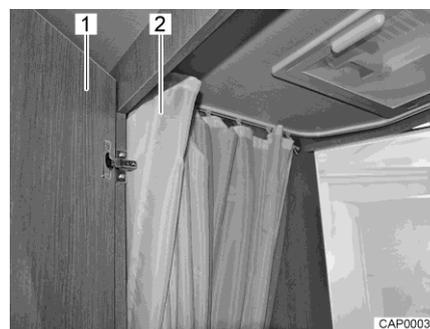

Fig. 97 Cabinet de toilette avec douche
- Pour se doucher, fermer la porte (Fig. 97,1) et fermer entièrement le rideau de douche (Fig. 97,2) de manière à protéger toutes les parois.